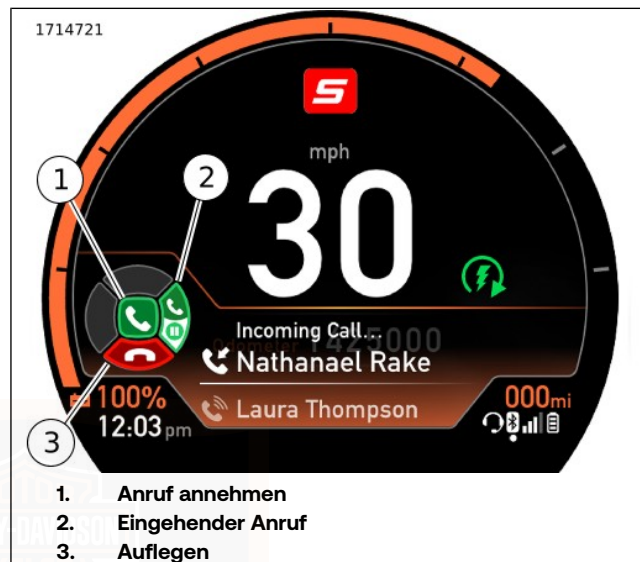

Abbildung 35. Telefon
Siehe Abbildung 35. Der Telefondisplay zeigt den aktuellen Anrufstatus (1), die Anrufer-ID oder Telefonnummer (2) und „Auflegen“ (3) an.
Siehe Abbildung 35. Die Spracherkennung kann verwendet werden, um einen Anruf über IM vorzunehmen.
Siehe Abbildung 35. Bei der Annahme eines Anrufs wird eine Benachrichtigung auf IM angezeigt. Verwenden Sie LHCM , um den Anruf anzunehmen oder abzulehnen.